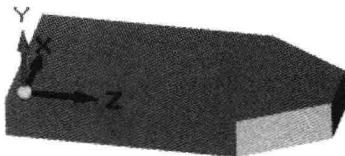
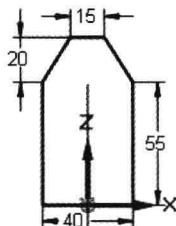

图 3.2 拉伸特征 1
图 3.3 截面草图
Step2. 创建图 3.2 所示的拉伸特征 1。在 **实体** 区域中单击 按钮，选取前视图 (XZ) 平面作为草图平面，绘制图 3.3 所示的截面草图，绘制完成后，单击 按钮；确认 按钮不被按下，在 **距离** 下拉列表中输入 10，并按 Enter 键，拉伸方向为 Y 轴正方向，在图形区空白区域单击；单击“拉伸”命令条中的 **完成** 按钮，单击 **取消** 按钮，完成拉伸特征 1 的创建。